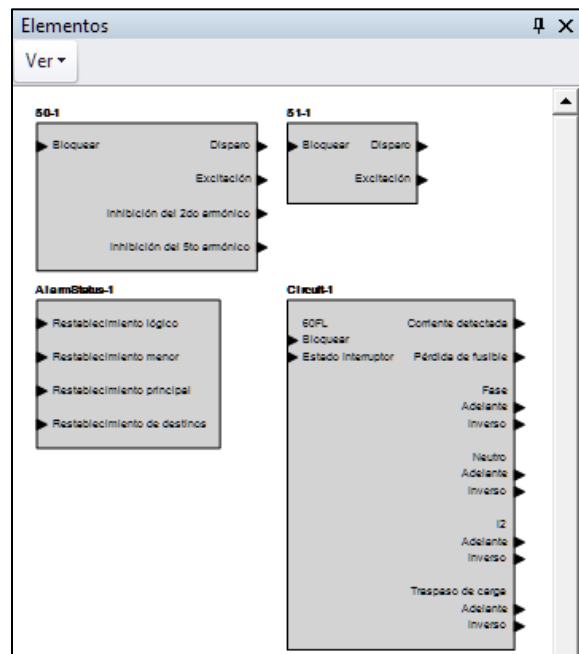

Figura 2-22. Pantalla de elementos
- a. Seleccione la pestaña Elementos de la biblioteca en el centro de la pantalla. Arrastre las funciones 50-1 y 51-1 al espacio de trabajo. La pantalla Elementos se muestra en Figura 2-22.